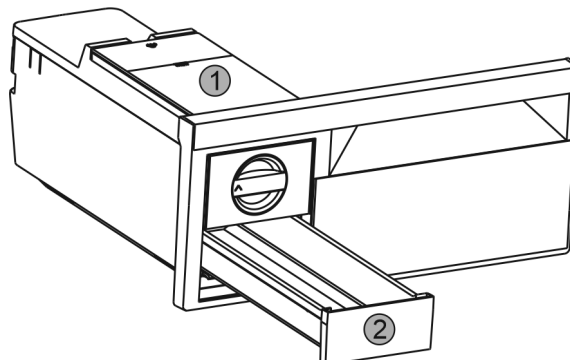

Fig. 45
- ▶ Зняти бак для води Fig. 45 (1) та висувний ящик для виробництва кубиків льоду Fig. 45 (2).